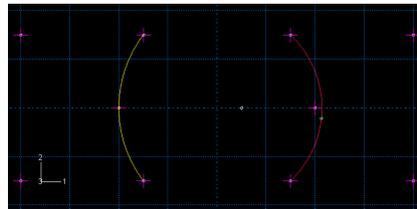

Abbildung 5: Zeichnen der Außenkontur des Lotballs (kurz vor dem letzten Klick auf die rechte mittlere Koordinate)
9. Nun zeichnen Sie den linken und rechten Rand des Lotballs mit einem Kreisbogen wie in Abb. 5. Klicken Sie dazu auf **Create Arc: Thru 3 Points** . Klicken Sie erst auf den Startpunkt links oben, dann auf den Endpunkt links unten und zum Schluss auf den Punkt links mittig, der den Kreisbogen eindeutig bestimmt. Zeichnen Sie analog den rechten Kreisbogen.